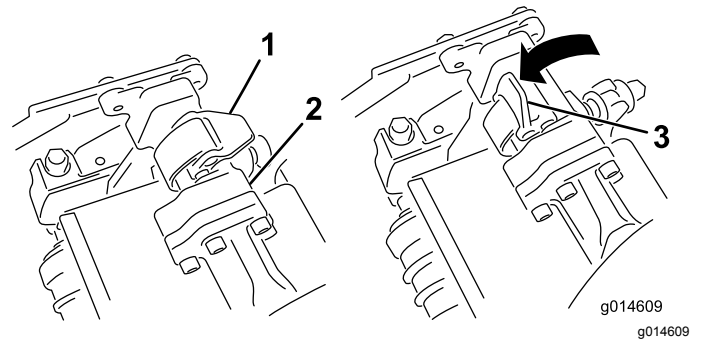

Bild 29
3. Die Riegel an der Aufhängearmstange müssen nach oben zeigen (d. h. offen) (Bild 29); drücken Sie den Aufhängearm dann so nach unten, dass die Stange über die Stange an der Oberseite der Schneideinheit passt (Bild 30).
4. Drücken Sie die Riegel nach unten um die Schneideinheitstange herum und arretieren sie (Bild 29).
4. Öffnen Sie die Riegel an der Aufhängearmstange der Schneideinheit, die Sie entfernen möchten (Bild 29).